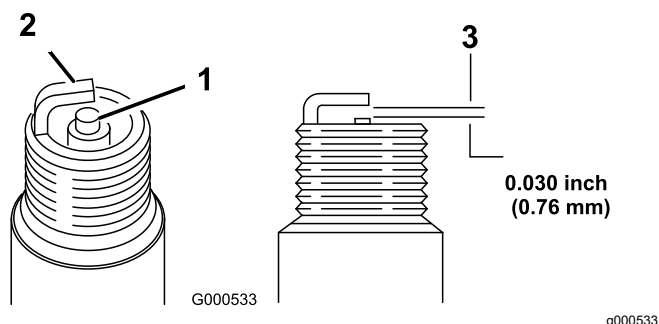

Рисунок 30
- Установите в свече зазор, равный 0,76 мм; см. (Рисунок 30).